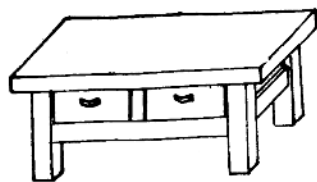

图 1-1 钳台
(1) 钳台 钳台是钳工工作的主要设备(图1-1)。它是用来安装台虎钳,放置工具和工件用的。钳工的基本操作大都在钳台上进行。钳台是用木料或钢料来制作的。其高度约800~